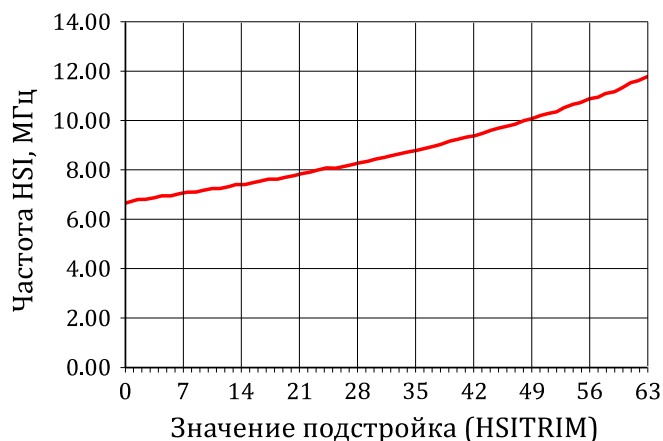

Рисунок 3.1 – Зависимость частоты HSI от значения регистра подстройки (HSITRIM)
1. Высокоскоростной внутренний RC-генератор (англ. High Speed Internal, **HSI**). Типовое значение тактовой частоты данного генератора составляет 8 МГц. В частности, значение может быть выбрано из диапазона 6.4...12.0 МГц с помощью подстройки частоты (рисунок 3.1).